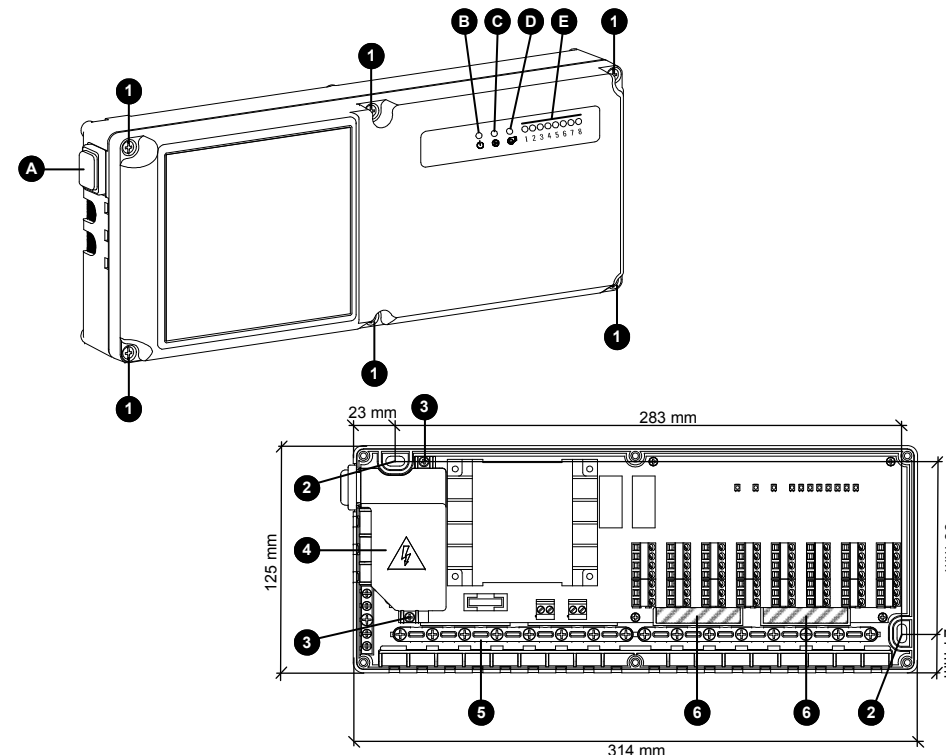

Fig. 1: Vista interna e parti meccaniche.
- Fissare la base del dispositivo alla parete utilizzando i due fori per viti indicati con ② in Fig. 1.
- Togliere le 2 viti indicate con ④ in Fig. 1 e rimuovere il coperchio copri morsettiere indicato con ⑤ in Fig. 1.
Rimuovere, con l'aiuto di un cacciavite, i tasselli della base, indicati in ⑥ di Fig. 1. A questo punto si possono far passare i cavi attraverso le aperture prodotte nella base fino a raggiungere i morsetti.
Led verde di alimentazione 'ϕ' (ⓔ Fig. 1)
Led rosso attivazione uscita pompa 'Ⓢ' (ⓐ Fig. 1)
Led rosso attivazione uscita caldaia 'Ⓣ' (ⓑ Fig. 1)
Led di stato uscite attuatori '1..8' (ⓐ Fig. 1)
Interruttore luminoso ON / OFF (ⓐ Fig. 1)
L'interruttore luminoso posizionato sul fianco sinistro della centralina toglie tensione dalle uscite ma non isola le parti posizionate sotto il coperchio plastico ⓐ di Fig. 1; in questo modo e' possibile accedere ai termostati ed agli attuatori durante l'installazione per la verifica e la eventuale ricerca di guasti.
- Togliere le 6 viti indicate con ⓐ in Fig. 1 e rimuovere il